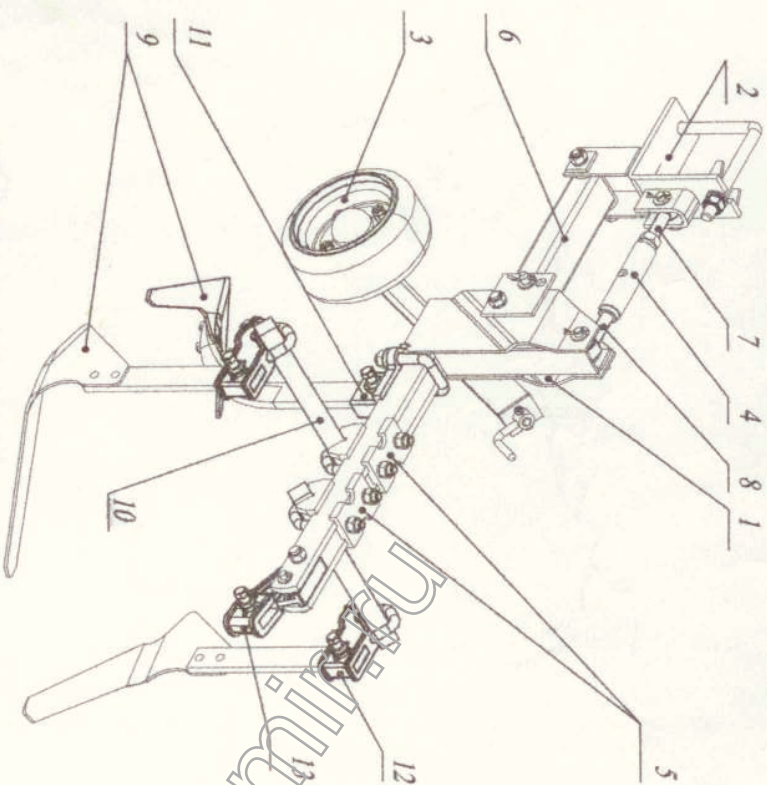

Рис. 2 Секция рабочих органов
2.4. Секция рабочих органов (рис. 2) может устанавливаться в различных местах балки, обозначенные треугольными метками, для обработки междурядий 70 и 45 см. Стяжная гайка с правой и левой резьбой позволяет изменять угол вхождения лап в почву.